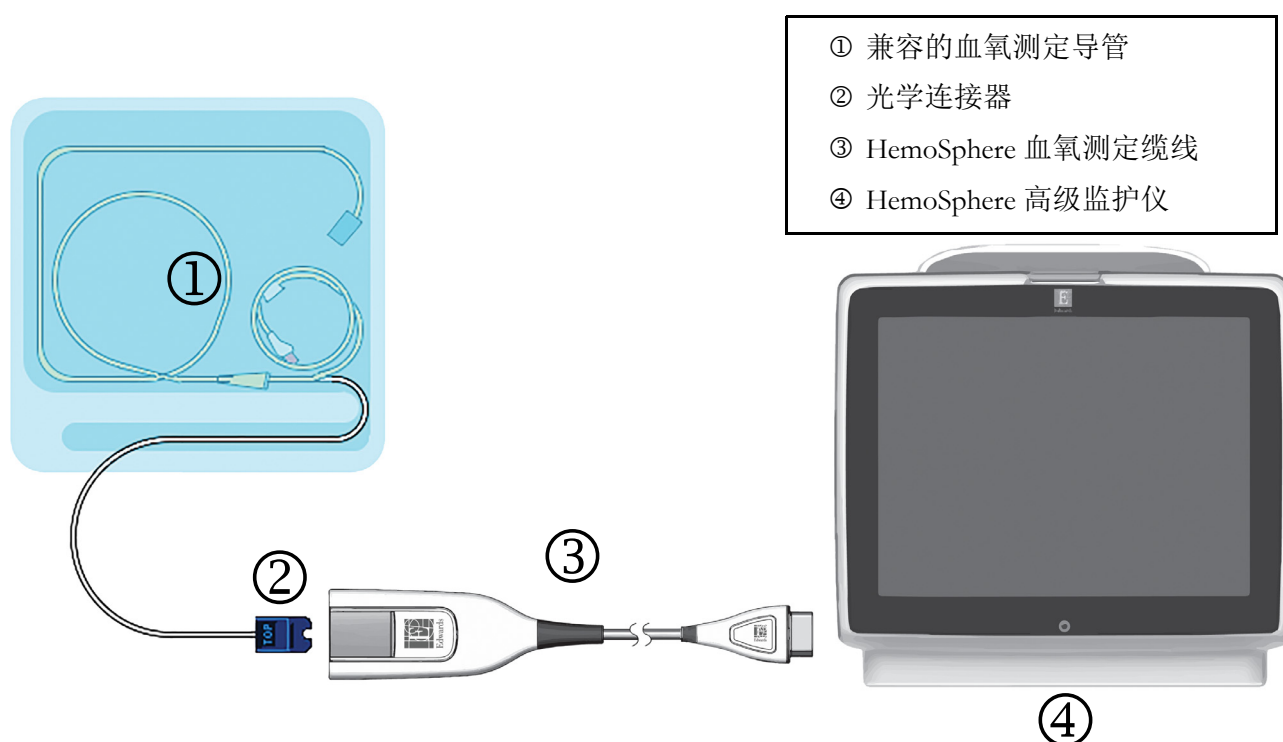

图 4-2 血氧测定连接概览
- 1 将 HemoSphere 血氧测定缆线连接到 HemoSphere 高级监护仪的左侧。请参阅图 4-2。